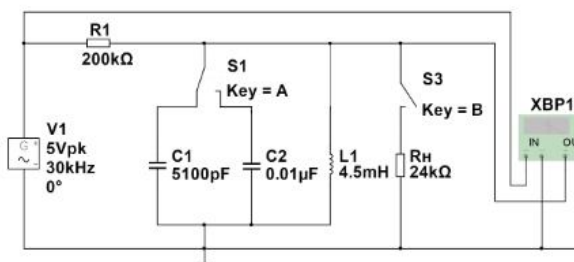

Рис. 3. Схема для исследований колебательного контура в режиме вынужденных колебаний при помощи плоттера Боде
5. Соберите схему, изображённую на рис. 3.
6. Прделайте все измерения пп. 2 и 3 при помощи другой схемы (рис. 3), в которой вместо вольтметра используется плоттер Боде, позволяющий сразу получать амплитудно-частотные и фазочастотные характеристики.